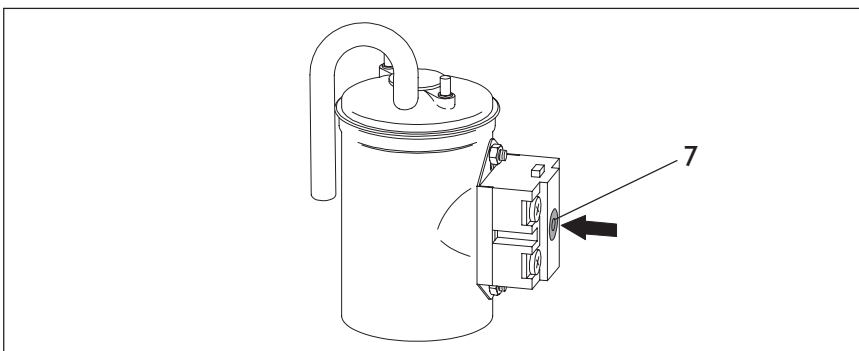

Рис. 21
– **Включение предохранительного ограничителя температуры** (рис. 21 )